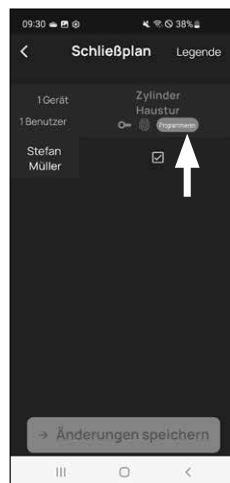

Fig. 4
- 5 Si se realizan cambios en el plan de cierre, el indicador del correspondiente cilindro se iluminará de color rojo y se completará pulsando el botón «Programar». De esa forma, la aplicación le estará comunicando que los ajustes no se han transferido a los cilindros. Para hacerlo, en el correspondiente cilindro pulse el botón rojo de «Programar» (Fig. 4).